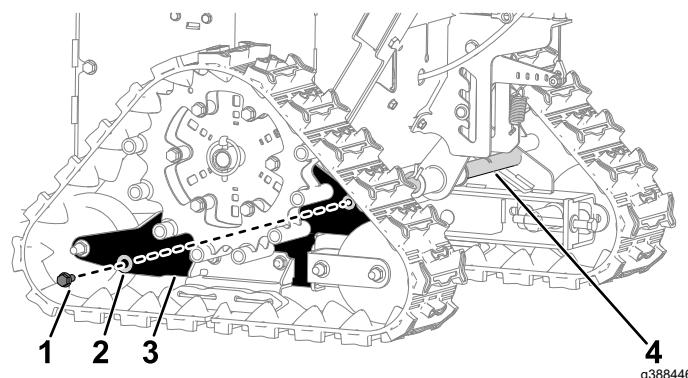

Рисунок 1
2. С левой стороны машины отверните и удалите в отходы винт ($5/16 \times \frac{3}{4}$ дюйма) и плоскую шайбу ($\frac{3}{8} \times \frac{1}{8}$ дюйма), которые крепят опору гусеницы к поворотной штанге (Рисунок 1). Повторите эти действия на правой стороне.